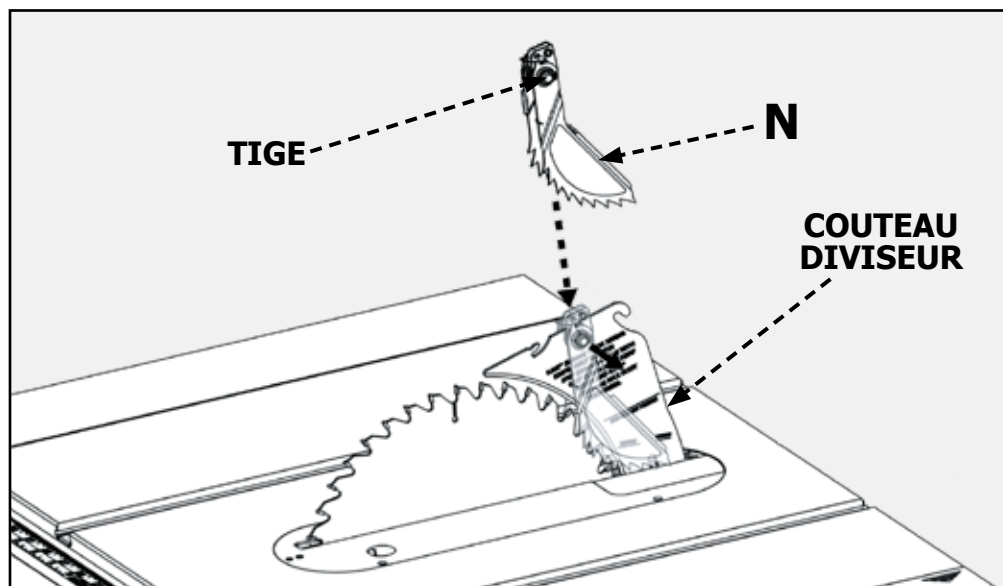

FIGURE 19
1. Reportez-vous à la Figure 19 et localisez la fente de montage des doigts anti-retour (A) au milieu du bord supérieur du couteau diviseur.
2. Faites coulisser la fente au milieu de l'ensemble de doigts anti-retour le long de la partie supérieure du couteau diviseur jusqu'à ce que la tige (B) localise la fente centrale sur le couteau diviseur.
3. Enfoncez la tige sur l'ensemble de doigts anti-retour (B) pour permettre à l'ensemble de tomber dans la fente. Appuyez sur l'ensemble de doigts anti-retour jusqu'à ce qu'il s'enclenche et se verrouille. Relâchez la tige. **REMARQUE** : Tirez sur les doigts anti-retour pour vous assurer qu'ils sont bien verrouillés en place.